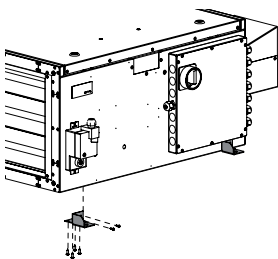

Abb. 5b:
- Es dürfen weder Löcher in das Gehäuse gebohrt, noch Schrauben hineingedreht werden. Ausgenommen sind hierbei die Befestigungsschrauben der mitgelieferten Haltewinkel (Abb. 5b).